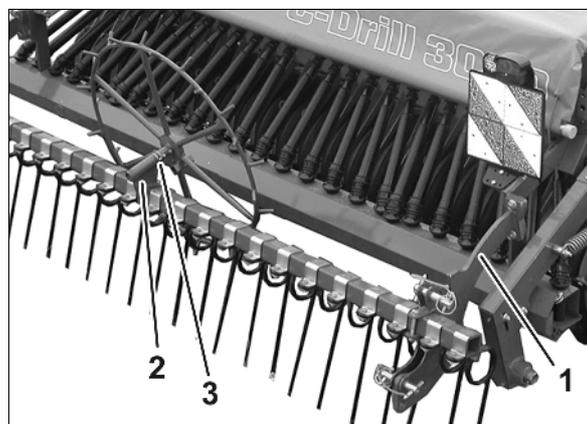

Fig. 21
10. Montez le recouvreur avec son support (Fig. 21/1) sur le C-Drill.
11. Montez le support de la roue d'appui (Fig. 21/2) sur la barre du recouvreur.
Insérez la roue d'appui et goupillez en sécurité (Fig. 21/3).
Montage du recouvreur, voir illustration Fig. 21.